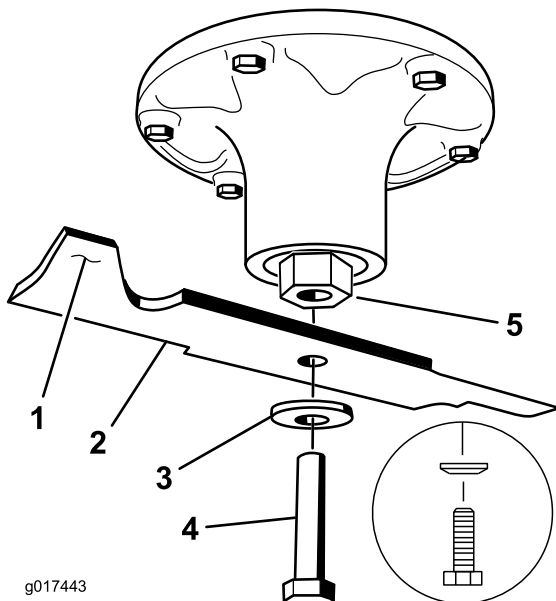

図 78
2. スピンドルのシャフトからブレードボルト、湾曲ワッシャ、ブレードを取り外す図78。